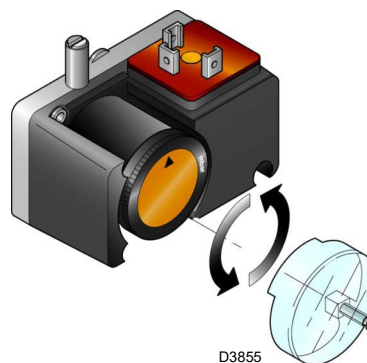

Abb. 31
- Regeln Sie den Druckwächter zur Kontrolle der Dichtheit (Kit PVP)(Abb. 31 auf Seite 34), wenn vorhanden, gemäß den dem Kit beiliegenden Anweisungen.
Regeln Sie den Druckwächter zur Kontrolle der Dichtheit (Kit PVP) (Abb. 31), wenn vorhanden, gemäß den dem Kit beiliegenden Anweisungen.